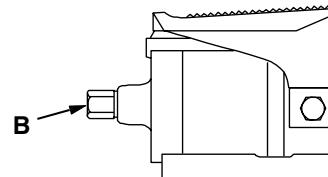

Figura 5
- Vea la Figura 5. Conecte una fuente de aire con una capacidad (mínima) de $15,3 \text{ m}^3/\text{h}$ [9 pies³/min] al conector giratorio (B) de $\frac{1}{4}$ pulg NPTF de entrada de aire en la bomba. Utilice únicamente adaptadores de manguera o de desconexión rápida de $\frac{1}{4}$ pulg. No se recomienda el uso de adaptadores de tamaño o peso mayor. Utilice un sellador de roscas de tubería de buena calidad para sellar la conexión.